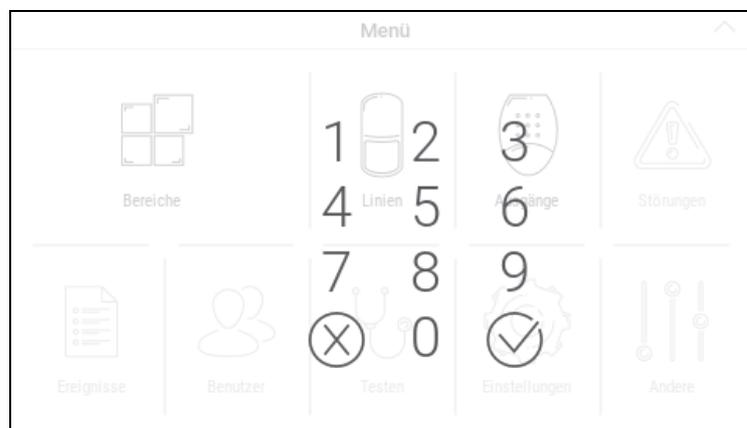

Abb. 3. Bildschirmtastatur.
2. Wischen Sie den Bildschirm nach oben. Es wird die Tastatur angezeigt (Abb. 3).